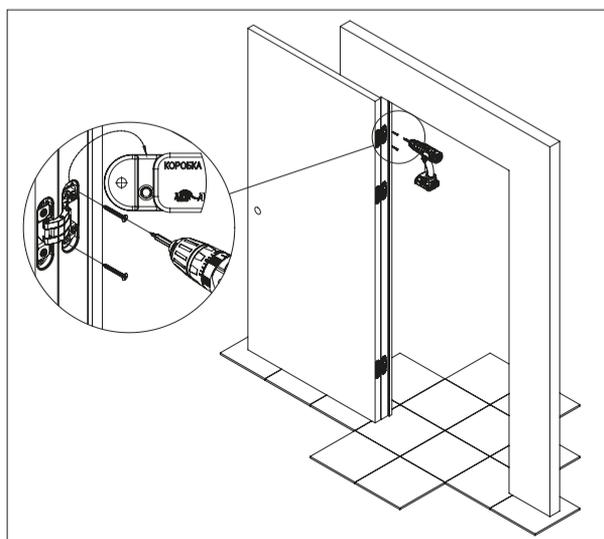

Рисунок 5 – Установка в дверную коробку.
3. Установить дверное полотно с петлями в соответствующие пазы на дверной коробке согласно маркировке и зафиксировать их саморезами 4×25 (см. рис.5).